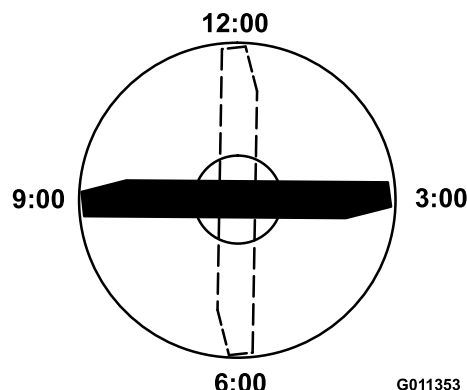

Figura 100
5. Orientate il tagliente dell'estremità marcata della lama sulle ore 12 (esattamente in avanti, nel senso di falciatura) (Figura 100) e misurate l'altezza tra il banco e il tagliente della lama.
6. Ruotate l'estremità marcata della lama sulle ore 3 e sulle ore 9 (Figura 100) e misurate le rispettive altezze.